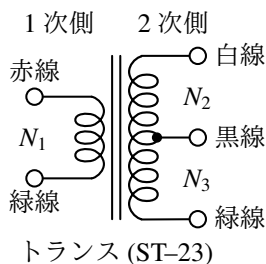

図 3-5 トランスの巻き数比の実験回路
1. 図 3-5 を参考に、トランス (Sansui ST-23) の 1 次側 (赤-緑間) に入力電圧 ( $2[V_{p-p}]$ ,  $1[\text{kHz}]$  の正弦波) を加え、2 次側 (緑-白線間, 緑-黒線間, 黒-白線間) の出力電圧をオシロスコープで観察せよ。